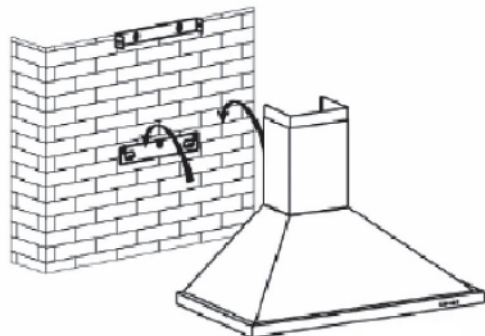

Abb. 2
(Abb. 2)
– Setzen Sie den Körper der Dunstabzugshaube auf den Halter mit den dafür vorgesehenen mitgelieferten Schrauben auf (Abb. 2).